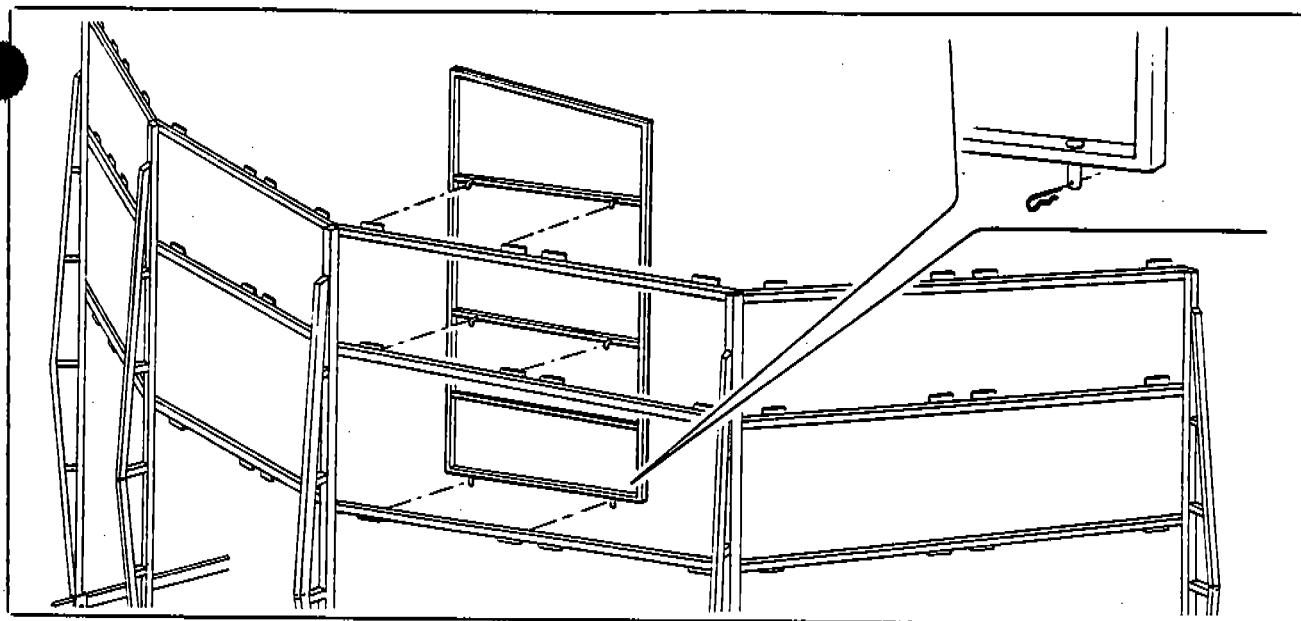

Fig. 34
- c) Hang the scenery panels (Fig. 34 ) from the top bars, the lower pins must go into the correspondent holes in the lower bars, secure them with safety clips.
- c) Agganciare i pannelli sui rispettivi traversi (Fig. 34) rispettando la giusta successione. Fissarli in posizione con copigliie.